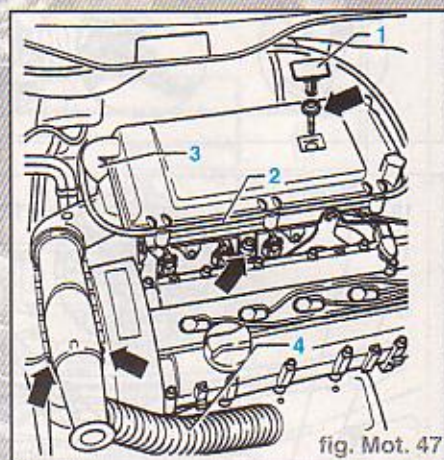

fig. Mot. 47
- Déposer l'obturateur (1) (fig. Mot. 47).